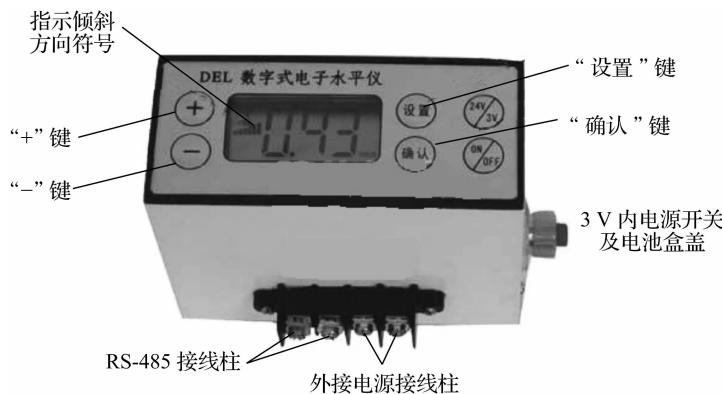

图 1-38 电子式水平仪
①电子式水平仪。电子式水平仪(见图 1-38)用来测量高精度的工具机,如 NC 车床、铣床、切削加工机、三次元量床等床面,其灵敏度非常高,若以测量时可左右偏移 25 刻度计算,测量工件只要在一定的倾斜范围内均可测量。电子式水平仪有电感式和电容式等两种,根据测量方向不同,还可分为一维电子水平仪和二维电子水平仪。